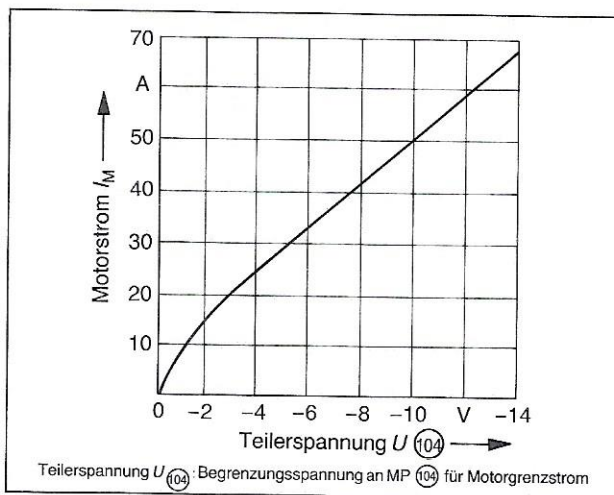

Abb. 9: Spannungsparameter für Motorgrenzstrom
2. Die Grenzstromeinstellung kann nach dem Diagramm (**Abb. 9**) erfolgen. Sie darf die Angabe auf dem Programmiermodul nicht überschreiben, die dem doppelten arithm. Mittelwert des Motor-Nennstromes entspricht. Dazu Spannung am Meßpunkt 104 (Achse 1), 204 (Achse 2), 304 (Achse 3) mit Trimmer P 104 (Achse 1), P 204 (Achse 2), P 304 (Achse 3) einstellen.